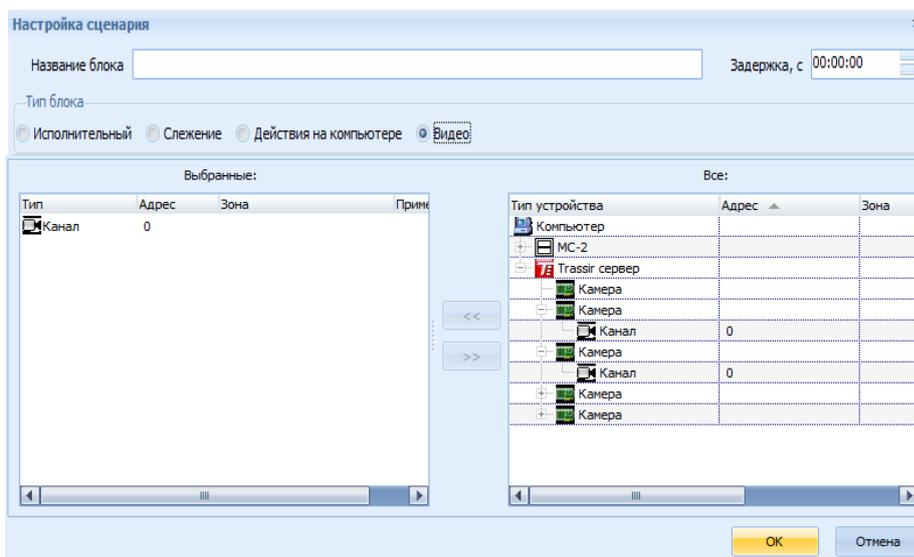

Рисунок 7.58 Окно «Настройка сценария», блок «Видео»
- 4) В открывшемся окне «Настройка сценария» необходимо указать Название блока, а также перенести устройства Канал и Камера из поля «Все» в поле «Выбранные», а затем нажать кнопку **ОК** (Рисунок 7.58);